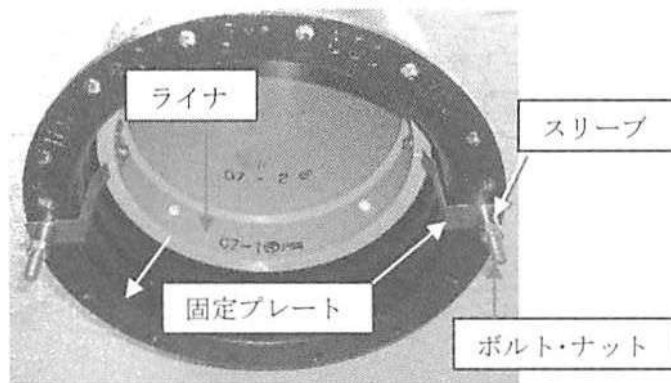

図 32 ライナ固定治具
⑤ 受口が下を向く方向に傾けると、ライナが受口から落下する危険があるため、ロックリングのセット後にライナ固定治具(固定プレート、スリーブ、ボルト)を用いてライナを固定する(図 32 参照)。